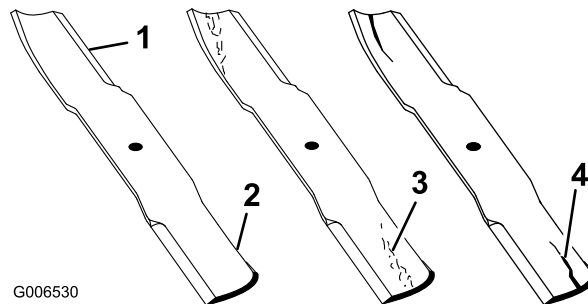

Figura 22
2. Verificate accuratamente i taglienti, con particolare attenzione ai punti d'incontro delle sezioni piatta e curva della lama (Figura 22). Sabbia e materiali abrasivi possono consumare il metallo che connette le
sezioni piatta e curva della lama, per cui si consiglia di controllare la lama prima di usare la macchina. Se notate che la lama è consumata (Figura 22), sostituirla; vedere Rimozione della lama.
Se continuate ad usare la lama usurata, si forma una scanalatura tra la costa e la sezione piatta della lama (Figura 22). Alla fine, un pezzo di lama può staccarsi e venire lanciato dal sottoscocca, con il rischio di ferire gravemente voi o gli astanti.